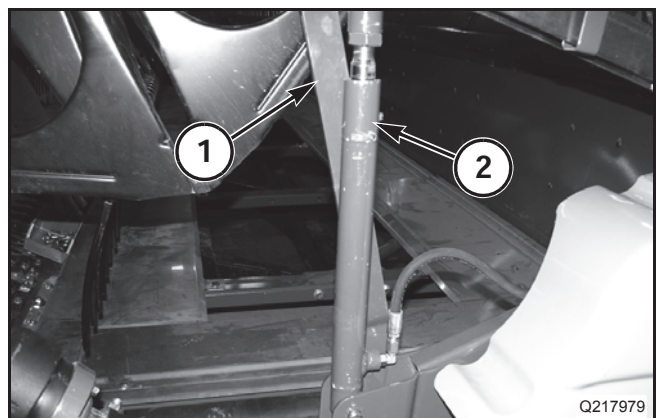

FIG. 6
FIG. 6: Levante y apoye uno de los brazos de levante del molinete. Remueva el herraje que prende la faja de transporte (1) en la plataforma. Remueva el cable que fija el cilindro de levante (2) a la faja de transporte.